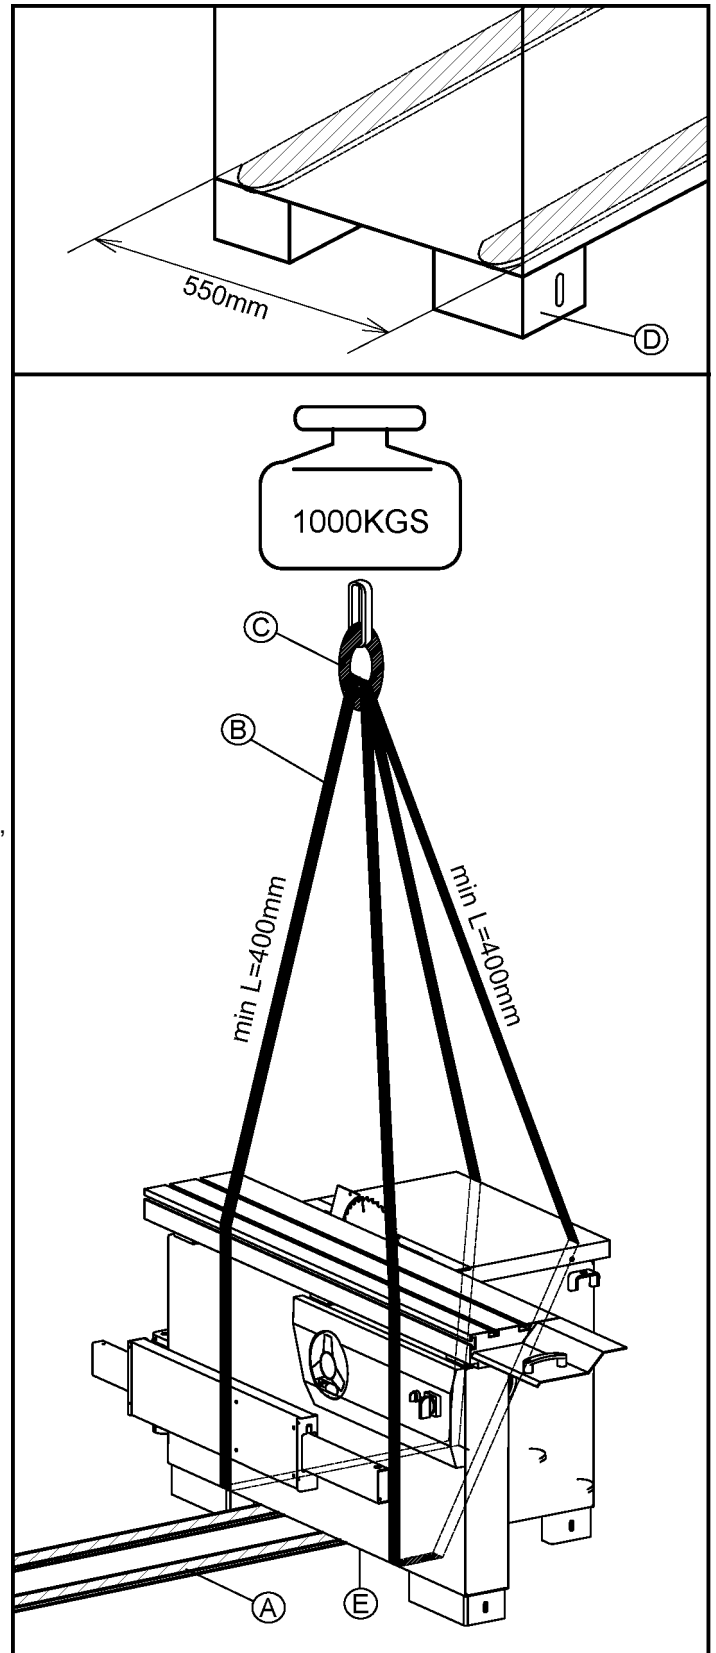

Fig.4.2
Anheben kann durch einen Brückenkran oder selbstfahrende Gabelstapler durchgeführt werden. Vor Beginn der Arbeiten, ist die Maschine von allen Verpackungs- und Transportmaterialien zu befreien, die auf der Maschine geblieben sind. Überprüfen Sie, ob die Kapazität der Hebeausrüstung ausreichend für das in Abb.4.2 angegebene Bruttogewicht der Maschine ist.
- heben Sie die Schlingen und positionieren Sie sie, wie in der Abb. 4.2 gezeigt wird